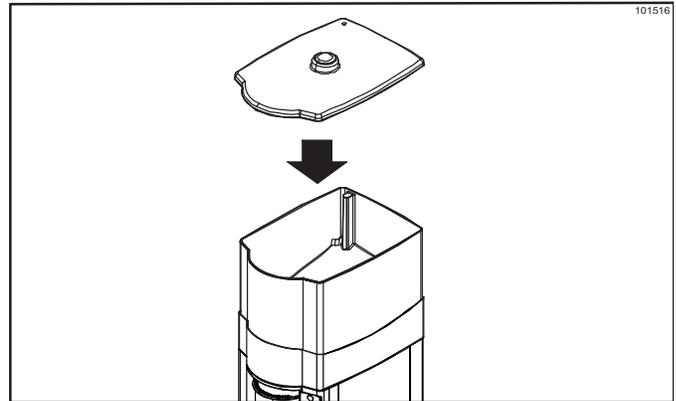

Figura 6-10
6. Vuelva a colocar la tapa del depósito de hielo. (Véase la figura 6-10).